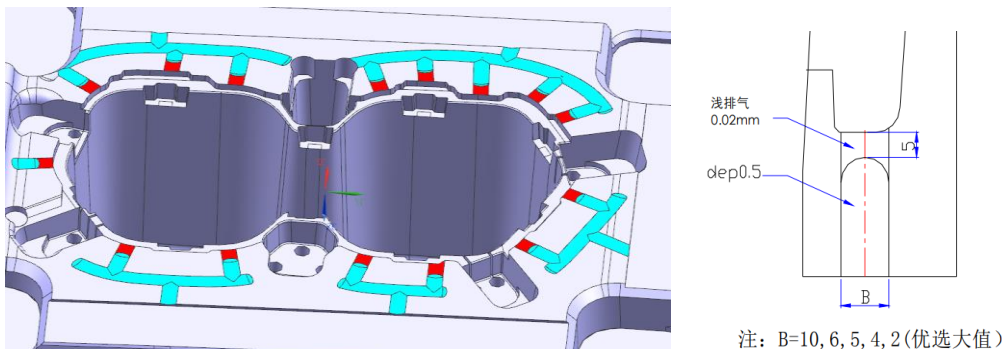

图 9-4 排气槽
- ① 特殊情况下，排气槽深度可加大。例如电视机前壳喇叭窗网孔动模镶件，料流_____大，注射力_____大，_____慢，为了提高充模速度和充模质量，排气槽深度可达 0.08mm。
- ② 当注塑压力高于 80MPa, 表中各数值需要减少 0.005~_____。例如薄壁产品（壁厚小于 1mm）注塑压力一般在 100MPa 以上，此时排气槽的_____需要适当变浅。
- ③ 排气槽应开在最后充满的地方，即料流的_____。
- ④ 大模具、桶形塑件模具应加_____槽。
- ⑤ 所有排气槽一定要引到_____之外，与大气相通。
- ⑥ 排气槽通常开在_____，以便于加工。
- ⑦ 排气槽的形状要方便_____。
2) 排气槽的设计参数（如图 9-4）
- ① 一级排气槽深度参考塑料表 9-2，宽度取 4mm~_____mm（大模取大值，节省 NC 加工时间），长度为_____mm。
- ② 二级排气槽深度取 0.3mm~0.5mm，宽度取 4mm~_____mm（大模取大值，节省 NC 加工时间），尾部要与_____相连。
- ③ 相邻两排气槽间距取 15mm~50mm（大模取大值）。分型面为平面时，二级排气可设计成圆槽或方槽，为非平面时，只能设计成_____，方便球刀加工。
3) 排气方法（如图 9-4）